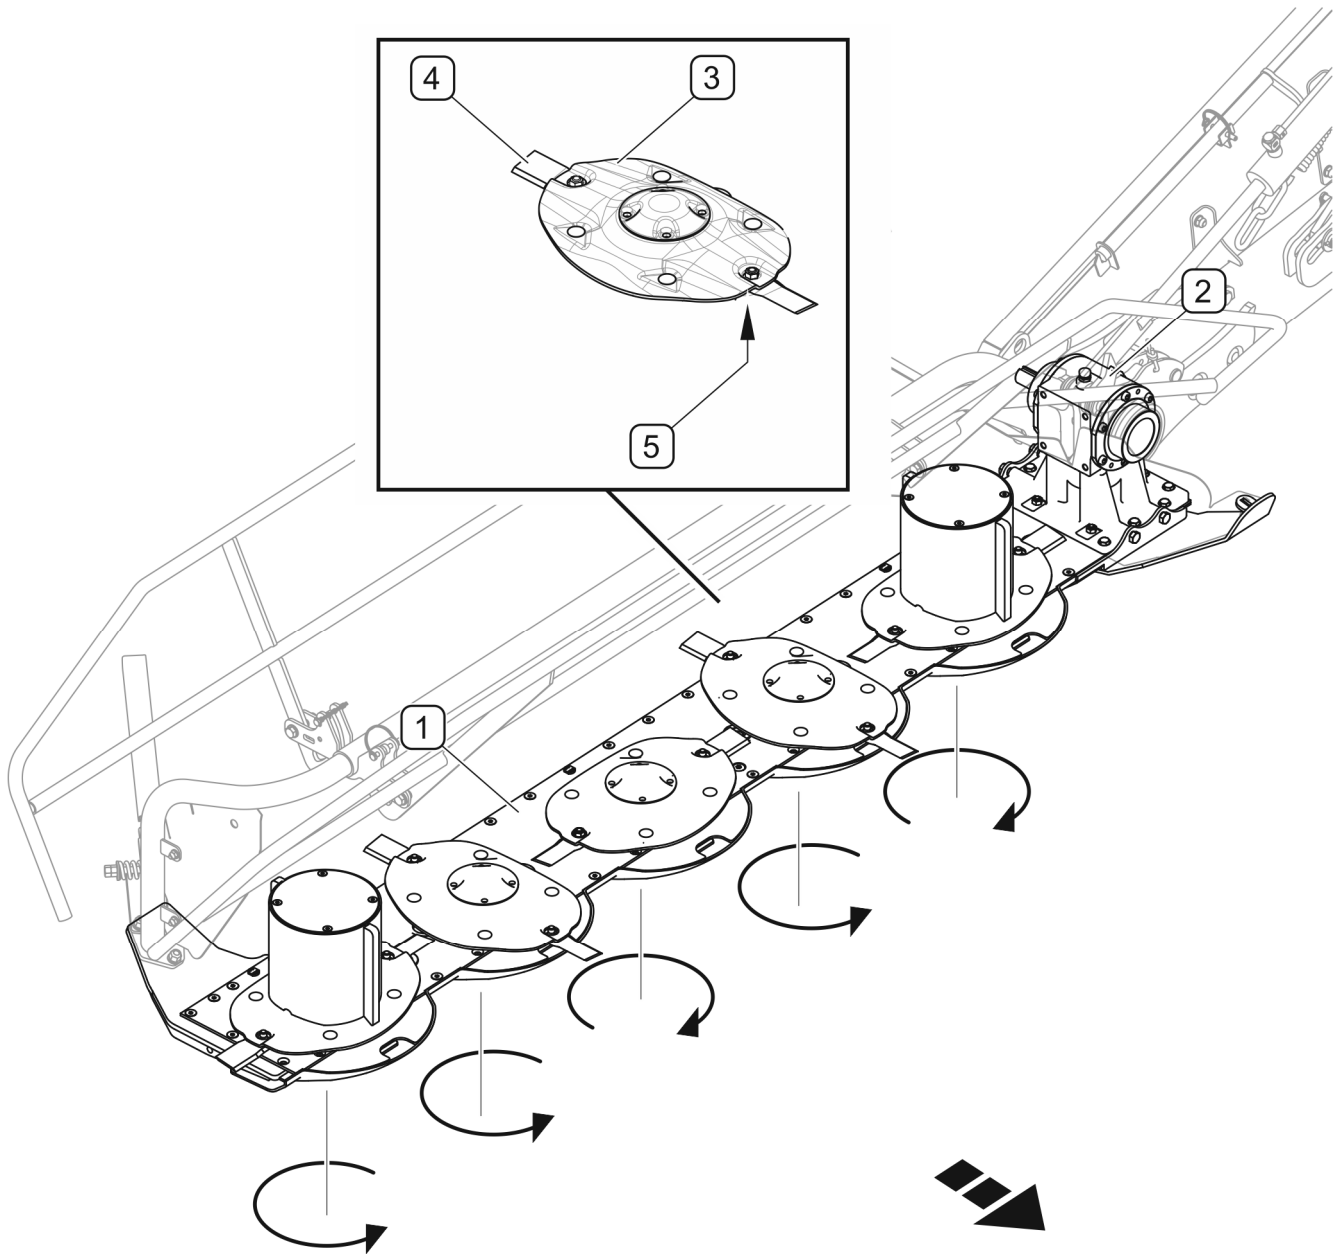

ABBILDUNG 3.4 Schneidwerk
(1) - Mähbalken; (2) - Kegelaradgetriebe; (3) - Mähscheibe; (4) - Messer;
Das Schneidwerk des Mähwerks PDK220 besteht aus dem Mähbalken (1), an dem das Kegelaradgetriebe montiert ist. Am Mähbalken sind fünf Mähscheiben (3) befestigt. An jeder Scheibe sind je nach Drehrichtung der Scheibe jeweils zwei linke oder rechte Schneidmesser (4) drehbar befestigt. Die Scheiben sind mit Messerhalterungen (5) ausgerüstet. Die Drehrichtung der einzelnen Mähscheiben ist in ABBILDUNG 3.4 abgebildet.